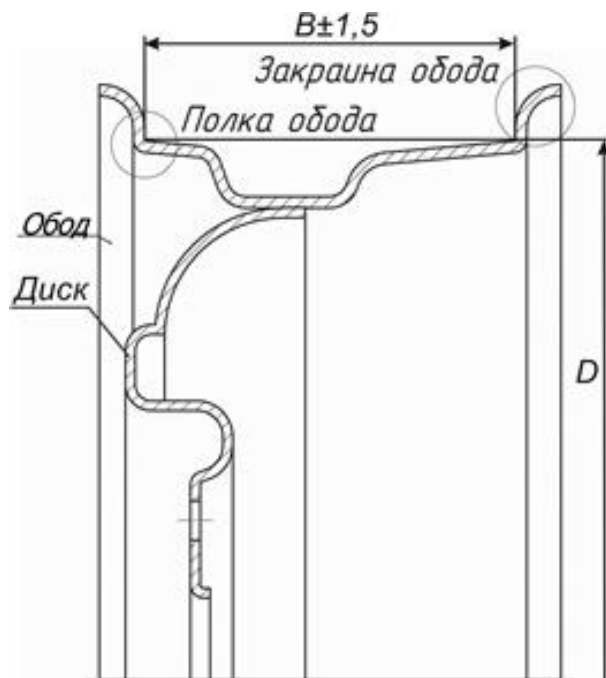

Рисунок 1.1 - Поверхности обода, подлежащие реставрации
1.1 Стенд для правки автомобильных дисков, модель «Титан ST/17», далее по тексту «стенд», предназначен для реставрации деформированных краев и полок ободьев колес легковых автомобилей шириной 4,5...7 дюймов и диаметром 13...17 дюймов (рисунок 1.1). Краины и полки обода реставрируются с помощью дископравного устройства, описанного в разделе 4 настоящего руководства по эксплуатации.
**ВНИМАНИЕ!** Диск колеса см. рисунок 1.1 реставрации не подлежит.